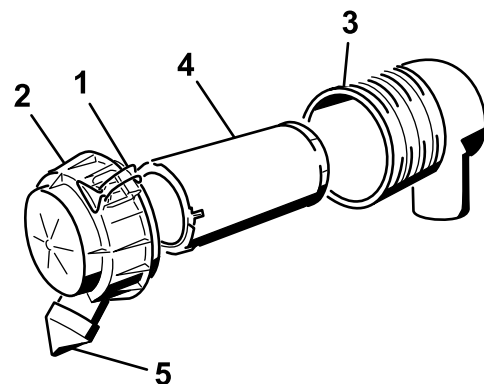

Bild 22
3. Lösen Sie die Riegel am Luftfilter und ziehen Sie die Luftfilterabdeckung vom Luftfiltergehäuse ab (Bild 22).
6. Schieben Sie den Filter vorsichtig aus dem Luftfiltergehäuse heraus (Bild 22).
8. Setzen Sie den Filter vorsichtig ein (Bild 22).
9. Setzen Sie die Luftfilterabdeckung auf (die Staubkappe sollte nach unten zeigen) und befestigen Sie die Riegel (Bild 22).